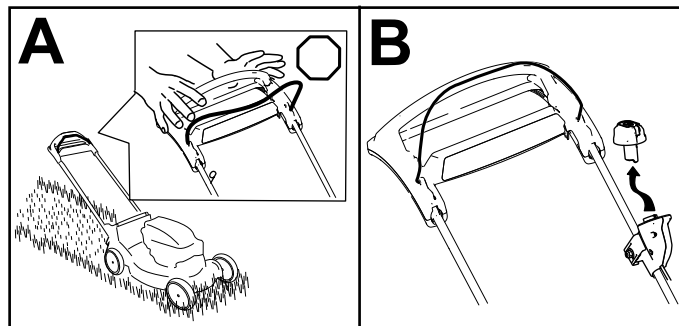

Figura 18
1. Suelte la barra de control de las cuchillas (Figura 18, A).
2. Retire el botón de arranque eléctrico del interruptor de arranque eléctrico (Figura 18, B).